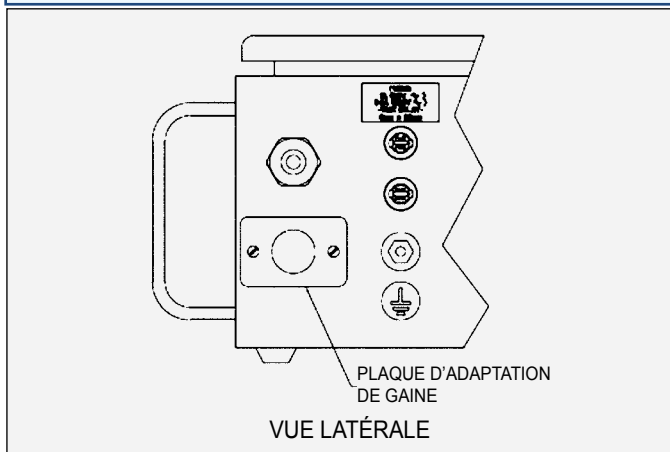

Figure 11 : Installation de la plaque d'adaptation de gaine
3. Installez la plaque d'adaptation de gaine (voir section Accessoires) dans le trou d'où a été déposée la prise d'entrée CA (voir Figure 11).